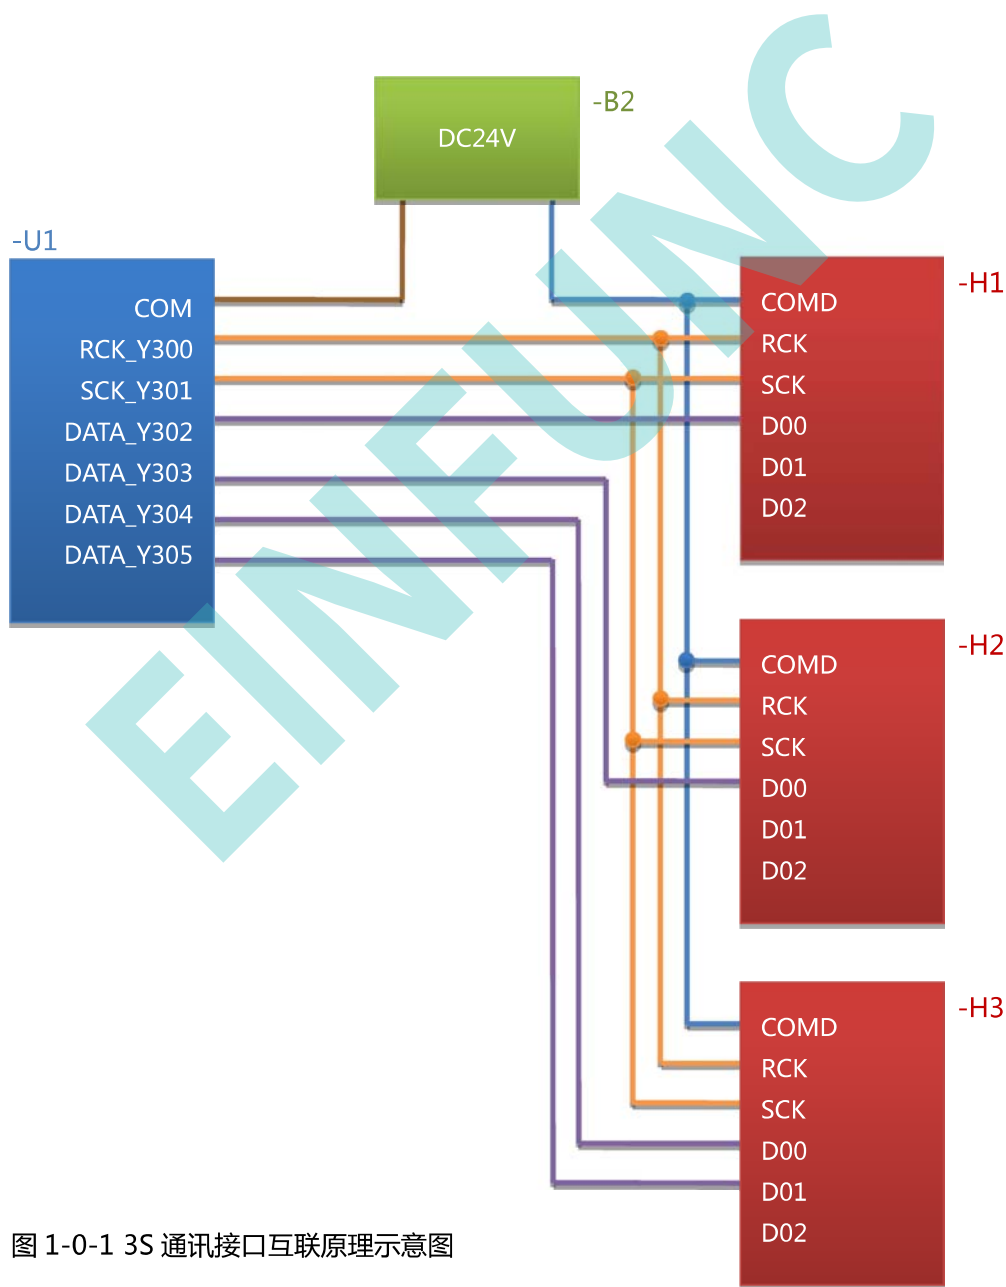

图 1-0-1 3S 通讯接口互联原理示意图
通讯接口的外部设备上，使这些设备对接收到的数据进行进一步的处理，如图 1-0-1 所示。这项技术由任志兵
于 1995 年发明研制，在当年申请并实施了实用新型专利：ZL95226265.7。在图 1-0-1 中：
任选 PLC-U1 三个晶体管输出点作为最基本的 3S 通讯接口，如图 1-0-1 中所示的 Y300、Y301 和 Y302 点：
够保证传送速度不变。如图 1-0-1 中，-H3 外设需要接收双整数数据（32Bits），PLC-U1 需要两个数据输出口，
- ❖ 3S 通讯线路电源就是图 1-0-1 中的-B2 电源，DC24V。它与各设备的 COM/COMD 的连接方向取决于 PLC-U1 的 DO 晶体管/场效应管的有效电流方向：